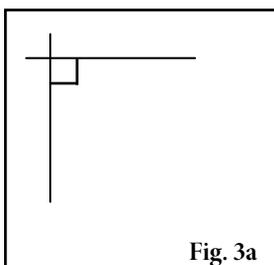
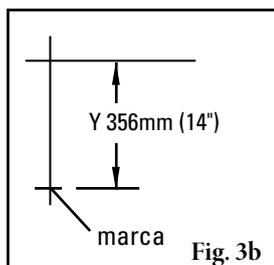
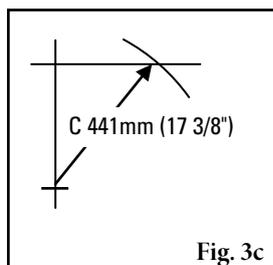

Fig. 3a
Fig. 3b
Fig. 3c
- Determine la medida final.** En una superficie vertical plana, con un nivel, trace una línea horizontal y una vertical creando un triángulo rectángulo (Fig 3a). Mida desde la intersección en la medida "Y" establecida y marque (Fig 3b). Con la cinta mida comenzando en la marca "Y" modificada, mueva la cinta a lo largo de la línea de "X" y marque la medida "C" donde cruza la línea "X" (Fig 3c). Mida desde la intersección hacia la intersección "C" y esta será su nueva medida "X" (Fig 3d).